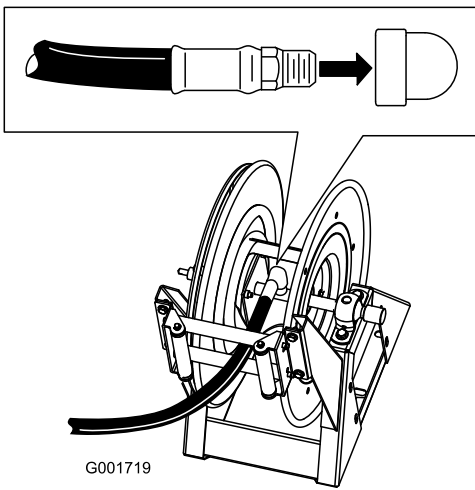

Figura 17
1. Envuelva con cinta Teflon® las roscas del acoplamiento de la manguera larga e instale el acoplamiento en el tubo conector del carrete (Figura 17).